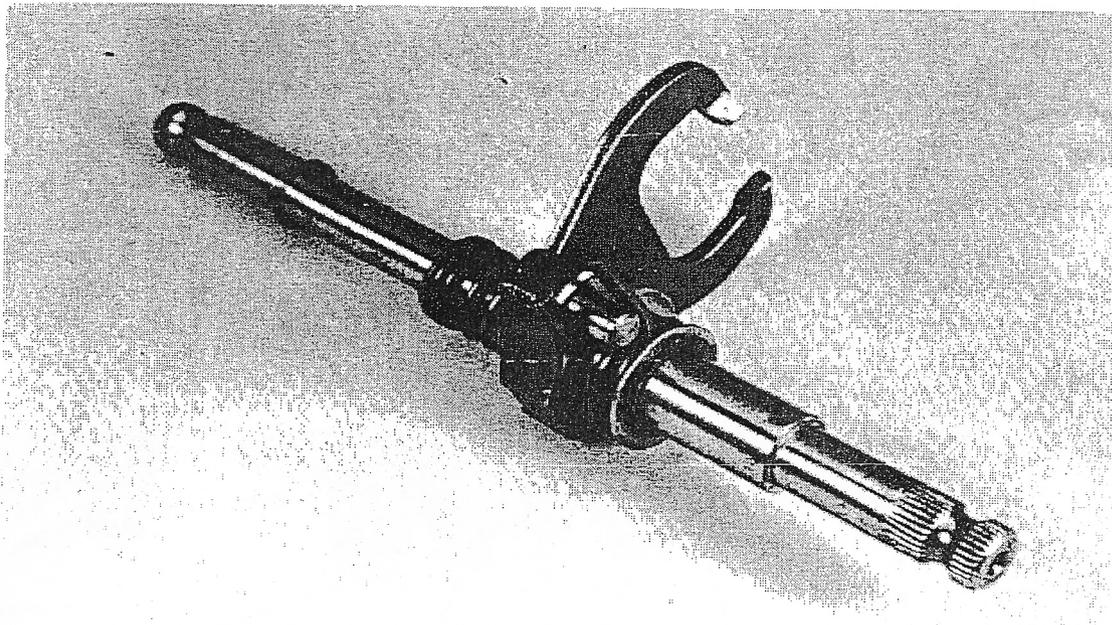

FIG. 29
7. El tambor de cambios gira por el movimientos del eje selector (Fig 29). Este es el eje al que está enganchada la palanca de cambios. Como este eje atraviesa todo el motor de lado a lado la palanca de cambios puede ser montada en cualquiera de los dos extremos.